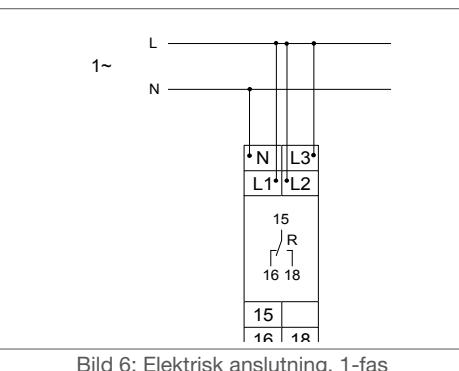

Bild 6: Elektrisk anslutning, 1-fas
- Sluit het apparaat aan en bedraad het zoals getoond in Afb. 6/7.